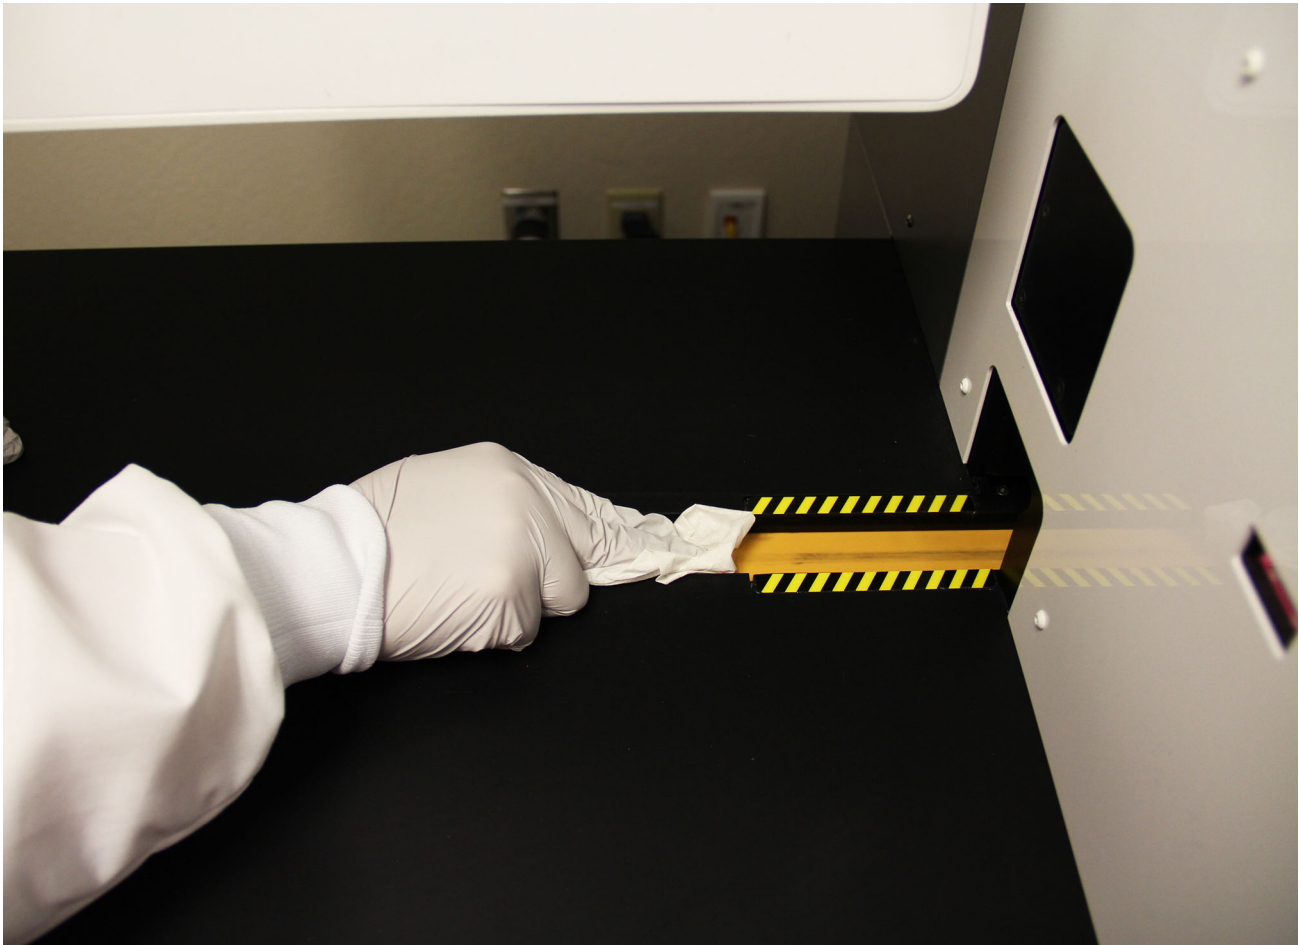

Figura 9-7. Limpeza rápida do tapete rolante a partir do topo do quiosque
3. Encoste bem o pano que não largue pelos ou o toalhete de papel (para evitar que seja puxado da sua mão) à superfície exposta do tapete rolante durante duas rotações do tapete (aproximadamente dois minutos). Ver Figura 9-7.
4. Seque o tapete com um novo pano que não largue pelos ou um toalhete de papel. Encoste bem o pano que não largue pelos ou o toalhete de papel (para evitar que seja puxado da sua mão) à superfície exposta do tapete rolante durante duas rotações do tapete (aproximadamente dois minutos). Ver Figura 9-7.